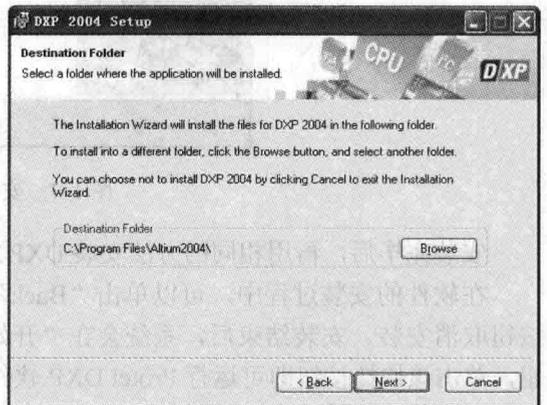

图 1-4 “Destination Folder”对话框
4) 单击“Next”按钮, 进入“Destination Folder”(安装路径选择)对话框, 如图 1-4 所示。在该对话框中, 用户可以选择安装路径。系统默认的安装路径为“C:\Program Files\Altium 2004”。如果要改变安装路径, 可以单击“Browse”按钮, 选择安装路径。